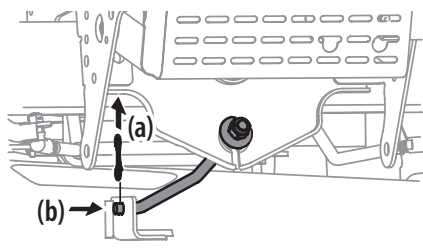

Figure 30
9. Pour les plateaux de coupe de 36, 42 et 46 po, retirez la goupille fendue (a) qui retient la tige de relevage (b) du plateau. Faites glisser la tige de relevage du plateau hors du support soudé. Voir Figure 30.